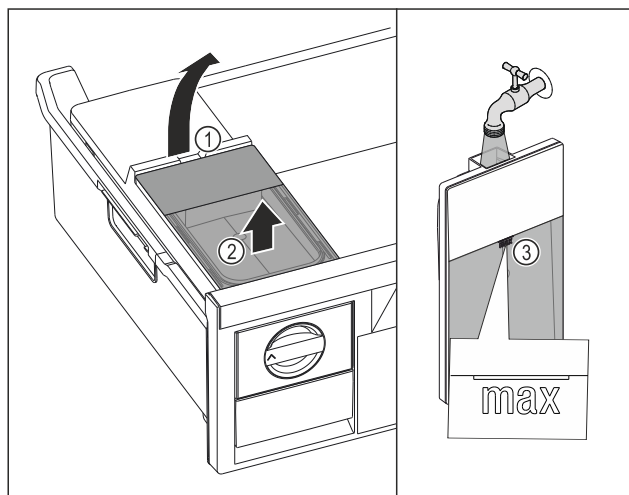

Fig. 29
- Soulever le réservoir d'eau par l'encoche Fig. 29 (1).
- Retirer le réservoir d'eau par le haut. Fig. 29 (2)
- Remplir le réservoir d'eau potable jusqu'au repère Fig. 29 (3).